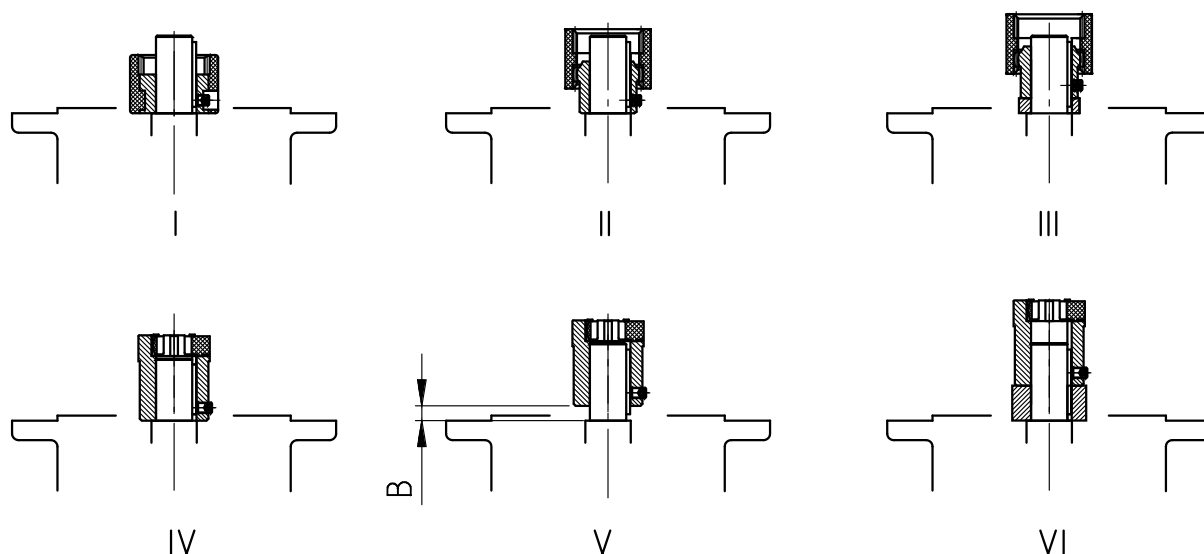

Figura 15: Montaje del acoplamiento en el eje motor en el caso de diferentes tipos de acoplamiento
3. Presente el manguito de acoplamiento sobre el eje del motor de forma que la chaveta del motor encaje en la ranura del manguito. Apriete el manguito de acoplamiento de acuerdo con las indicaciones del fabricante del motor. En el caso de reductores coaxiales estándar se debe tener en cuenta la dimensión B entre el manguito de acoplamiento y el tope (véase "Figura 15"). En el caso de algunos **adaptadores NEMA**, ajuste la posición del acoplamiento según lo indicado en la etiqueta adhesiva.
4. Monte la chaveta incluida en el envío (véase "Figura 15: Montaje del acoplamiento en el eje motor en el caso de diferentes tipos de acoplamiento").
8. Monte el motor en el adaptador. Monte también la corona dentada o el casquillo dentado incluidos en el envío (ver Figura 15: Montaje del acoplamiento en el eje motor en el caso de diferentes tipos de acoplamiento). En el caso del adaptador AN360TC y AN400TC, primero debe fijarse la brida del adaptador al motor y solo después debe atornillarse el motor al adaptador.